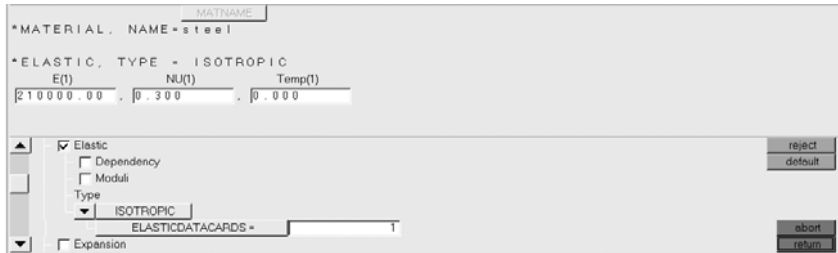

图 10-2 材料卡片编辑界面
- (8) 默认的 ELASTICDATACARDS 值为 1。如果不是，输入 1 到 datalines 中。
- (9) 在 E(1)栏输入 2.1E5。
- (10) 在 NU(1)栏输入 0.3，如图 10-2 所示。
- (11) 单击 return 按钮，这样便修改了材料参数并返回主界面。